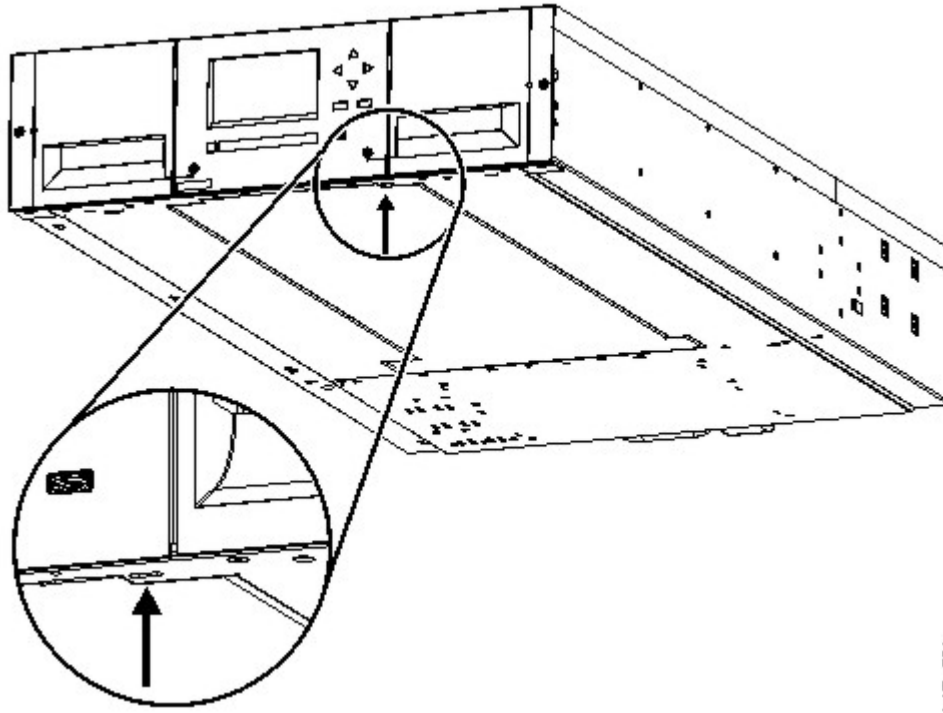

Figure 33. Déverrouillage du verrou à ressort
- c. Soutenez le panneau inférieur d'une main. Insérez un petit tournevis à tête plate ou un tournevis Torx dans le trou et faites-le tourner d'environ 4 mm vers la gauche pour déverrouiller le verrou à ressort. Voir Figure 33, à la page 60.